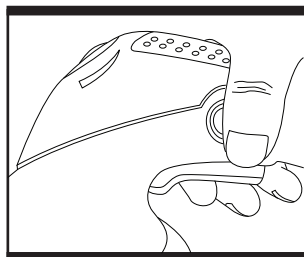

Fig. 5
5. Utiliser l'interrupteur à gâchette (Fig. 5)